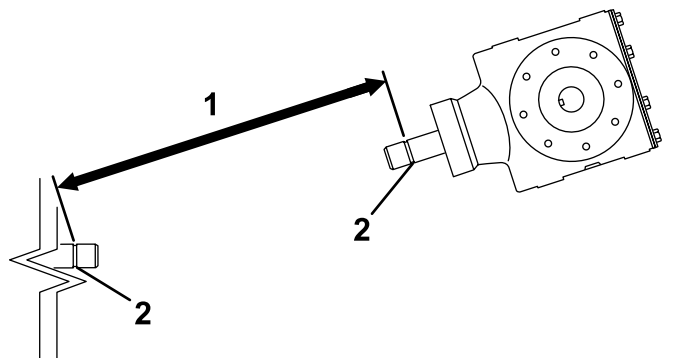
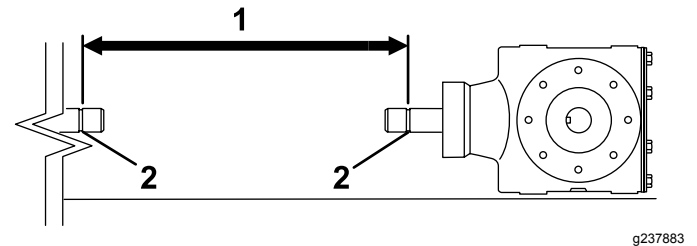
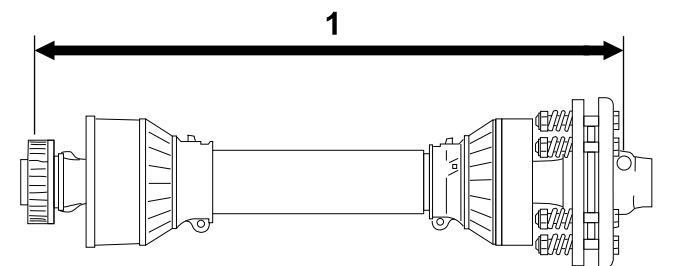

Figura 12
Figura 14
Figura 15
3. Mida la distancia entre la ranura de bloqueo del extremo del árbol de la TDF de la unidad de tracción y la ranura de bloqueo del eje de la caja de engranajes del aireador (Figura 12).
5. Mida la distancia entre la ranura de bloqueo del extremo del árbol de la TDF de la unidad de tracción y la ranura de bloqueo del árbol de la TDF de la caja de engranajes del aireador (Figura 14).
6. Mida la distancia desde el centro de la bola del pasador de bloqueo en el extremo del árbol de la TDF hasta el centro del pasador de bloqueo en el otro extremo (Figura 15).
7. Usando la menor de las 2 medidas de Figura 14 y Figura 12, reste esa distancia a la distancia de Figura 15. Ejemplo: 81 cm menos 67 cm es igual a 14 cm.